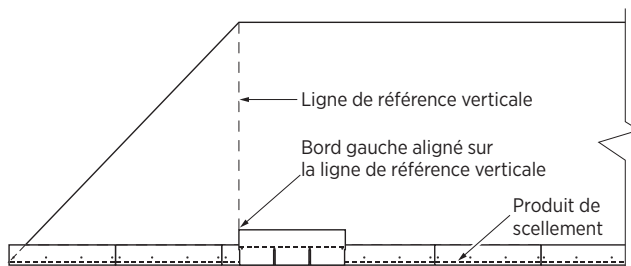

Figure 9-2 : Installation du premier bardeau de la première rangée avec le bord gauche aligné sur la ligne de référence verticale
1. Posez le premier bardeau de la première rangée en alignant le côté gauche du bardeau avec la ligne de référence verticale (voir la Figure 9-2).
3. Posez les rangées de départ de la façon indiquée dans les instructions des bardeaux à installer. Faites chevaucher la demi-languette mesurée sur la ligne de référence au lieu de la couper. La bande de départ doit se prolonger sur toute la longueur de l'avant-toit (voir la Figure 9-2).